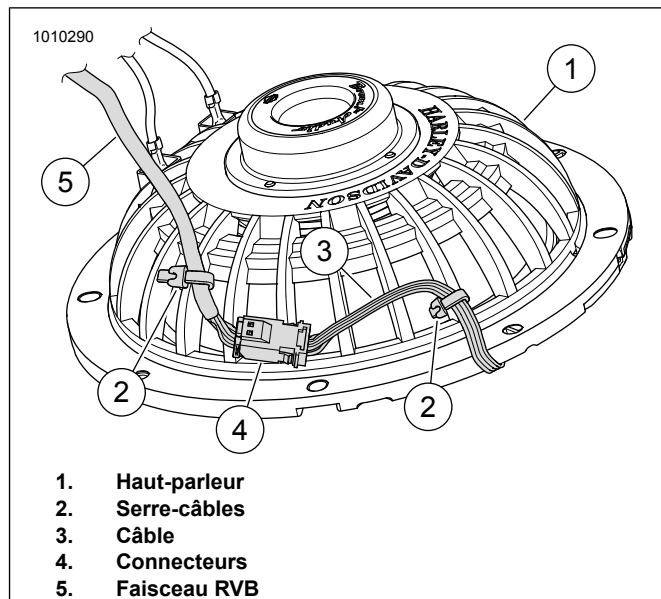

Figure 12. Arrière du haut-parleur, câble et serre-câbles
- a. Voir la figure 12. Joindre les connecteurs (4) du moteur du feu au faisceau RVB.
- b. Faire passer le câble de moteur du feu (3) à l'arrière du haut-parleur (1) comme illustré. Pour stabiliser les connecteurs (4), fixer le câble du moteur du feu (3) et le faisceau RVB (5) avec des serre-câbles (2) comme illustré.